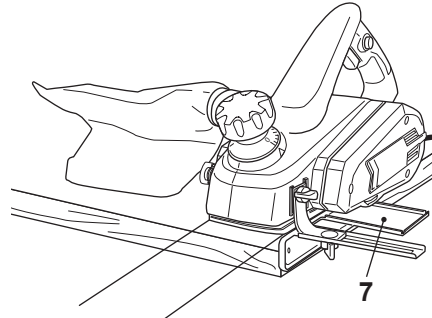

Fig. 13
- > Placez le produit sur le côté de la pièce à usiner et guidez le produit le long du bord (Fig. 13).